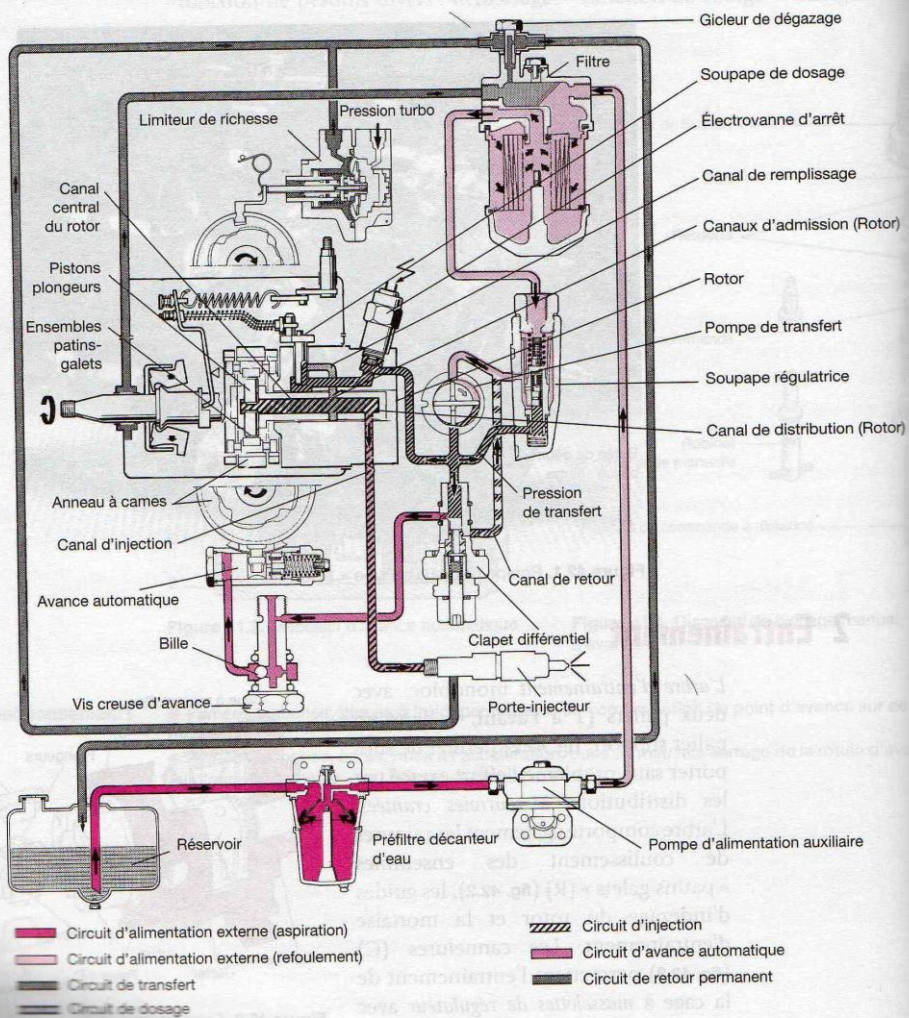

Figure 42.4. Circuit de combustible DPS (avec pompe auxiliaire) (Doc. RVI)
- Retard au démarrage à l'aide d'un « clapet différentiel » (fig. 42.4 et 43.9).